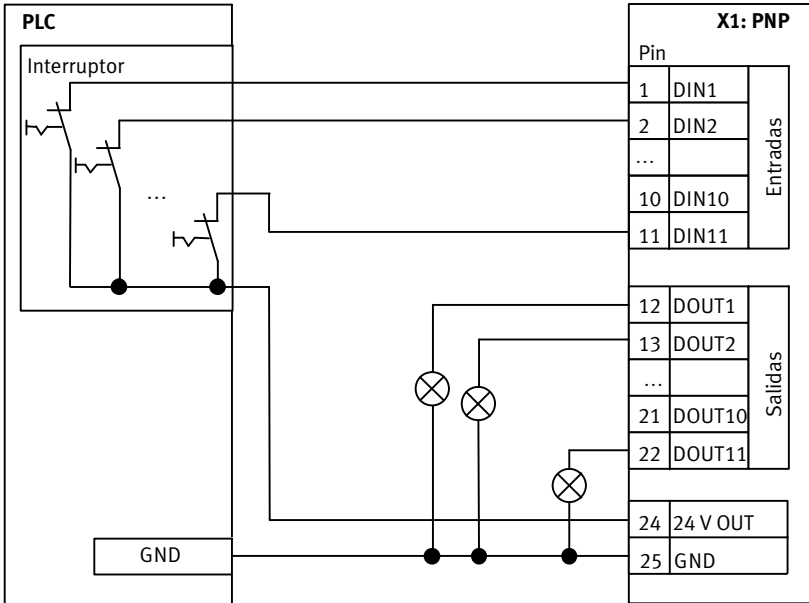

Fig. 4.2 Conexión de la variante de interfaz PNP (CMMO-...DIOP)
- Tipo CMMO-...-DIOP = lógica positiva PNP (→ Fig. 4.2)